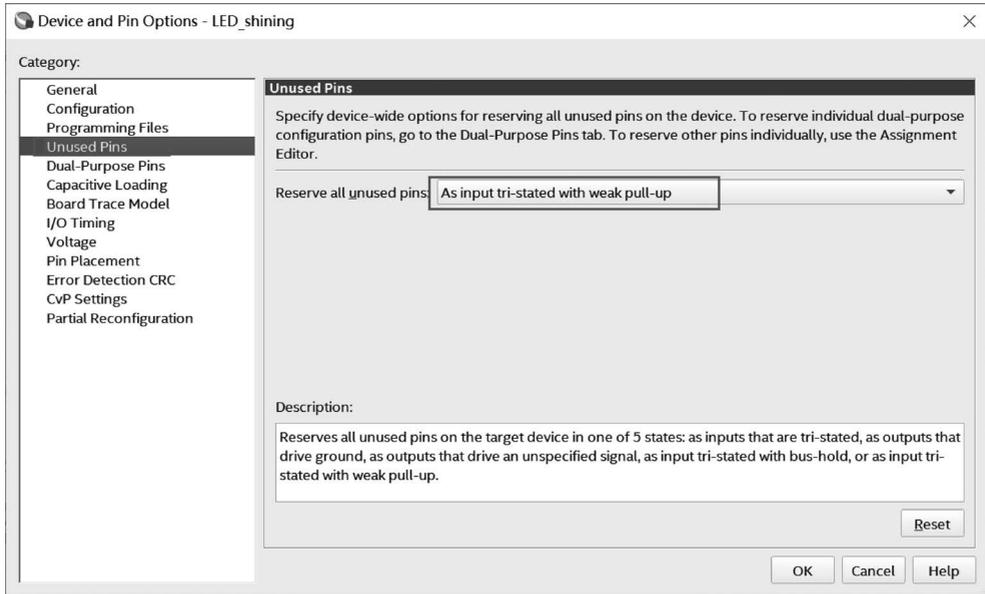

图 3.42 Quartus Prime 配置引脚模式页面
(2) 在 Unused Pins 选项中配置 Reserve all unused pins 为 As input tri-stated 状态。Quartus Prime 配置引脚模式页面如图 3.42 所示。